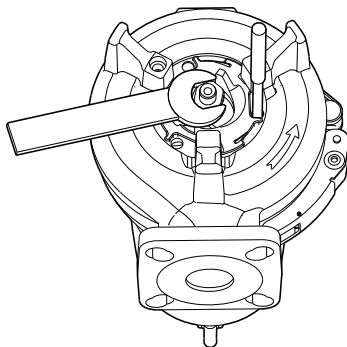

Fig. 13 Justering av pumphjulsspalt
3. Ta bort skärningen (pos. 44).
5. Ta bort skärhuvudet (pos. 45).
- Se fig. 13 för justering av pumphjulsspalt.
- a) Dra försiktigt åt muttern (pos. 68) (nyckelstorlek 24) tills pumphjulet (pos. 49) inte längre kan rotera.